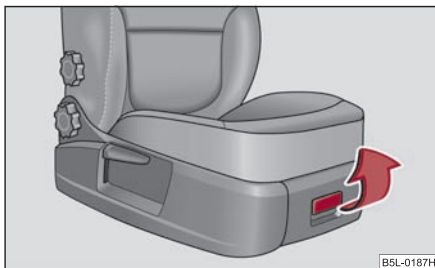

Fig. 127 Asiento del acompañante: Portaobjetos
- Para abrir la tapa, inclinar el cierre y levantar la tapa ⇒ fig. 127.